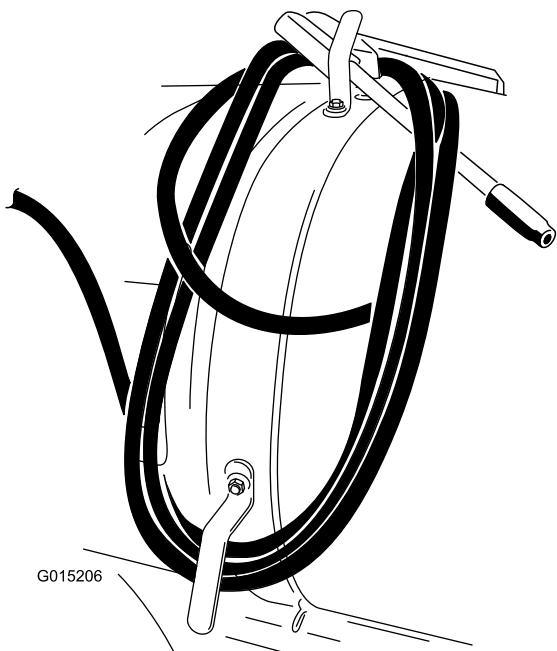

Figura 14
4. Enrolle la manguera en los ganchos del depósito y sujetela pistola según se muestra en Figura 14.